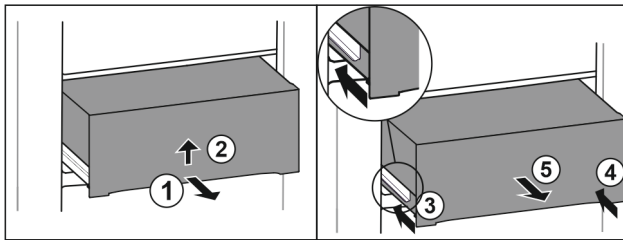

Fig. 45
- ▶ Lade er half uittrekken. Fig. 45 (1)
- ▶ Lade aan de onderkant optillen. Fig. 45 (2)
- ▶ Linker rail erin schuiven. Fig. 45 (3)
- ▶ Rechter rail erin schuiven. Fig. 45 (4)
- ▶ Lade naar voren toe verwijderen. Fig. 45 (5)